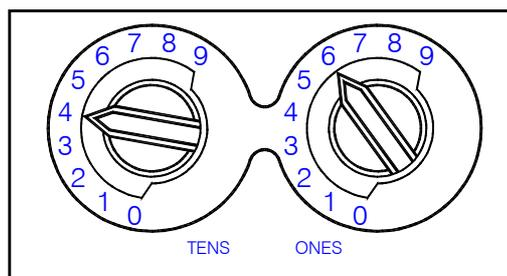

Рис. 3. Декадные переключатели адреса извещателя
- Установите адрес извещателя на двух круговых декадных переключателях (рис. 3), выбирая номера от 01 до 99. Запишите номер адреса извещателя на этикетке соответствующей базы.